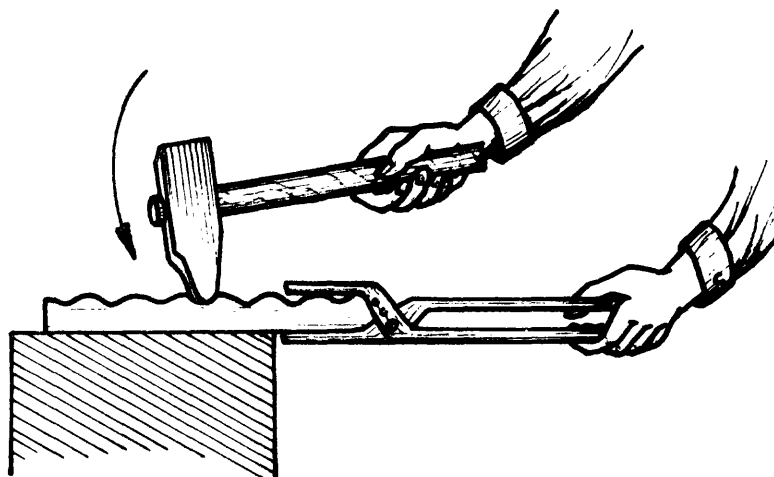

Fig. 1
- c Lleve el material al yunque. Mientras sujeta la tenaza con una mano, con la otra aplique golpes sucesivos con un martillo de pena longitudinal (fig. 1).